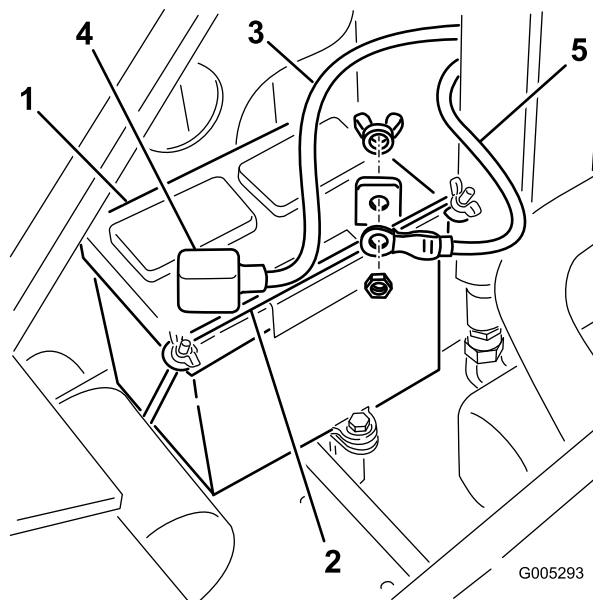

Figura 43
4. Rimuovete i dadi ad alette e la barra che fissano la batteria (Figura 43).
5. Staccate il cavo negativo (nero) di terra dal polo della batteria (Figura 43). Conservate i dispositivi di fissaggio.
7. Staccate il cavo positivo (rosso) dal polo della batteria (Figura 43). Conservate i dispositivi di fissaggio.
- Assicurate la batteria con la barra e i dadi ad alette (Figura 43).
- Utilizzate i fermi rimossi in precedenza per montare il cavo positivo (rosso) sul morsetto positivo (+) della batteria (Figura 43).
- Utilizzate i fermi rimossi in precedenza per montare il cavo negativo (nero) sul morsetto negativo (-) della batteria (Figura 43).